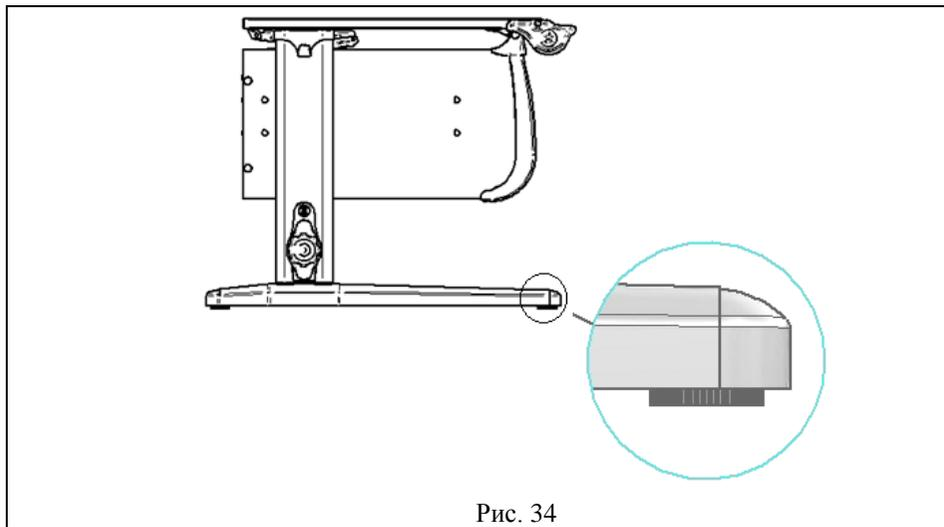

Рис. 34
6.1 Стол следует устанавливать на ровную горизонтальную поверхность, обеспечивающую опору всех ножек, при необходимости отрегулировать стол ножками (см. рис. 34) до горизонтального положения столешницы.